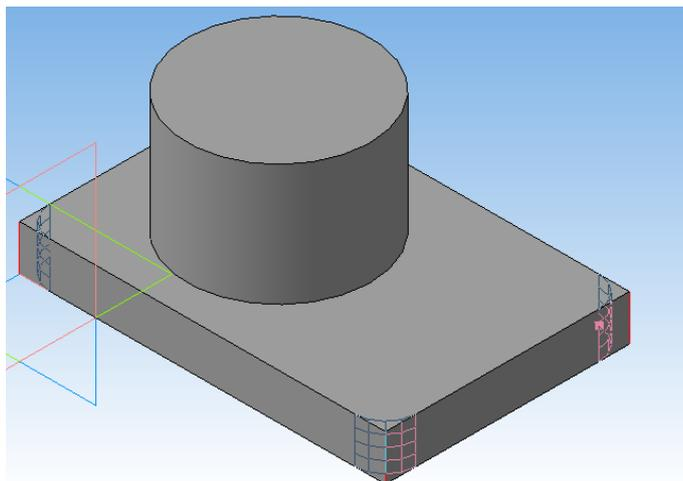

Рисунок 50.
9. Выполните **Скругление** радиусом **10мм** (рисунок 50).